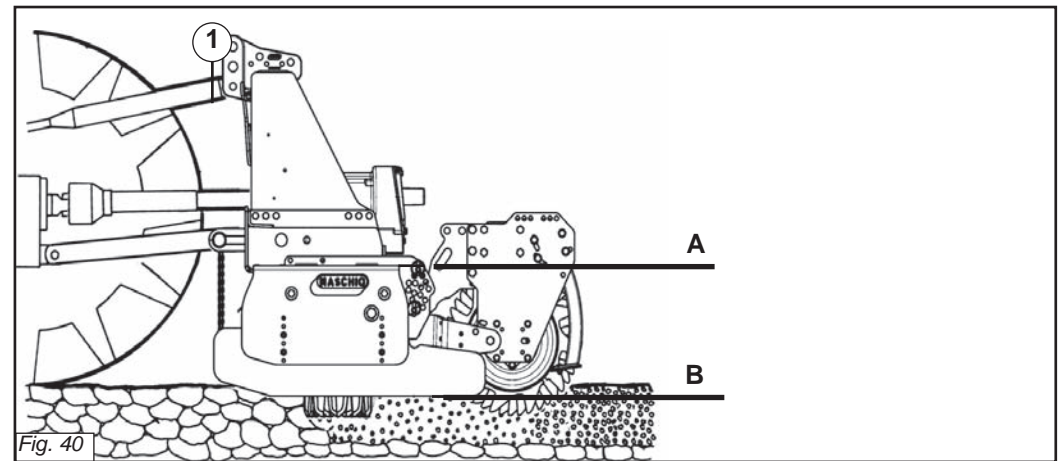

Fig. 40
- 4 - Collegare il terzo punto superiore ed effettuare una corretta regolazione con il tirante (1 Fig. 40) verificando che il piano superiore della macchina (A Fig. 40) risulti parallelo al piano terra (B Fig. 40). Ciò è molto importante allo scopo di ottenere il parallelismo tra asse albero presa di forza della macchina e quello della presa di forza del trattore. Operare in queste condizioni significa limitare le sollecitazioni sulla presa di forza stessa e prolungare la durata dell'albero cardanico e della macchina stessa.
- 4 - Reliez le troisième point supérieur et réglez correctement à l'aide du tirant (1 Fig. 40). Assurez-vous que le plan supérieur de la machine (A Fig. 40) soit pratiquement parallèle au terrain (B Fig. 40). Ceci est très important en vue d'obtenir le parallélisme entre l'axe de la houe et celui de la prise de force du tracteur. Travailler dans ces conditions signifie limiter les sollicitations sur la prise de force et prolonger la durée de l'arbre à cardans, mais aussi de la machine.
- 4 - *Den oberen Kupplungspunkt anschließen und den oberen Lenker (1 Abb. 40) korrekt einstellen. Sicherstellen, daß die obere Haubenkante der Maschine (A Abb. 40) parallel zum Boden (B Abb. 40) steht. Das ist sehr wichtig, um die Parallelität zwischen der Achse der Maschine und der Schlepper-Zapfwelle zu erhalten. Wenn diese Parallelität gegeben ist, wird die Zapfwelle weniger belastet und das Leben von Gelenkwelle und Gerät wird verlängert.*